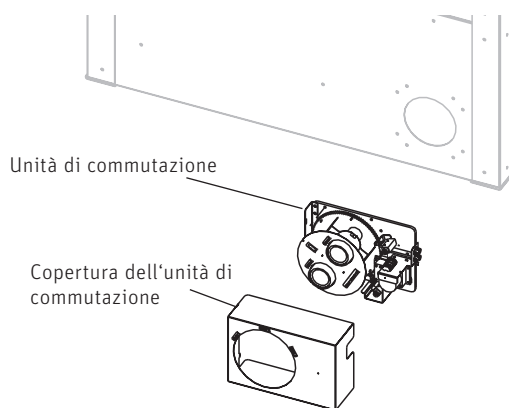

Fig. 22 Montaggio dell'unità di commutazione
Montare l'unità di commutazione automatica in una parete divisoria tra locale caldaia e magazzino, oppure direttamente sul serbatoio in lamiera d'acciaio con il set di viti di fissaggio M8 x 20 (246) fornito in dotazione – Fig. 22.